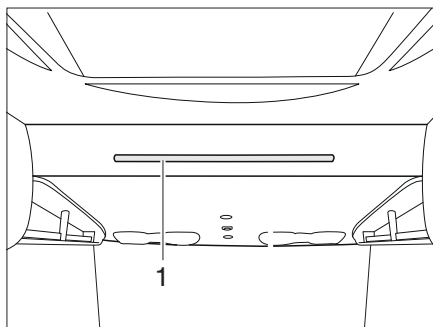

Fig. 160 Letto basculante, manuale
- Tirare in basso il letto basculante afferrando la barra (Fig. 160,1) con entrambe le mani.
- Agganciare i due archetti della scaletta di accesso alla barra del letto basculante (Fig. 160,1).